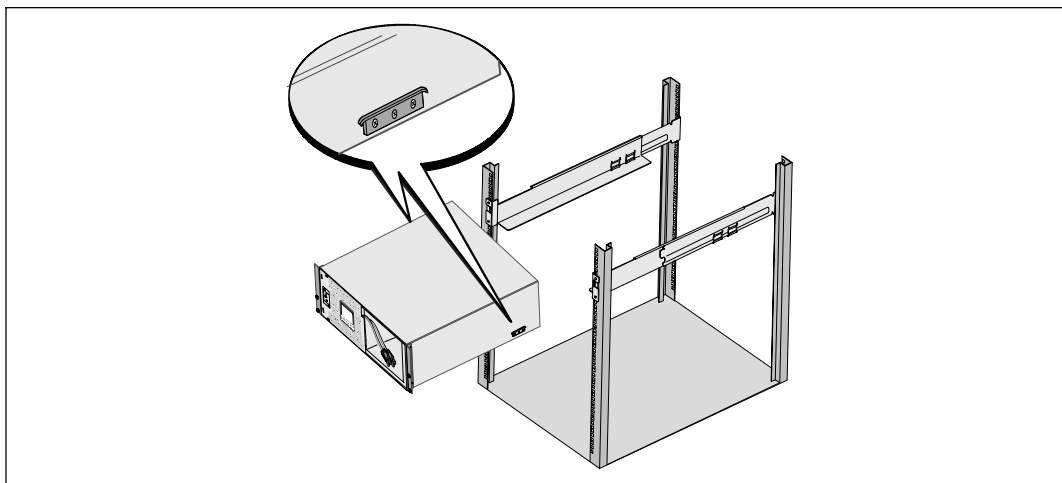

図 10. キャビネットの設置方法
- 6 キャビネットをラックにスライドして取り付けます（図 10を参照）。キャビネットが複数ある場合は、ステップ 3から5まで繰り返し行います。